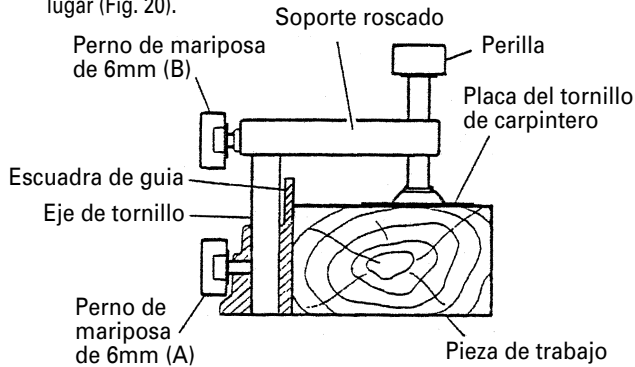

Fig. 20
- El conjunto de tornillo de carpintero puede montarse en la escuadra de guía izquierda (escuadra de guía (B)) o bien en la escuadra de guía derecha (escuadra de guía (A)) aflojando el perno de orejas de 6mm (A).
- El portatornillo puede elevarse o bajarse de acuerdo con la altura de la pieza de trabajo aflojando el perno de orejas de 6mm (B). Después del ajuste, apriete firmemente el perno de orejas de 6 mm (B) y fije el portatornillo.
- Gire la perilla superior y fije firmemente la pieza de trabajo en su lugar (Fig. 20).